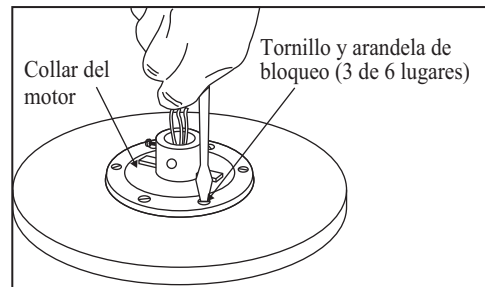

Figura 9
4. Remover tres de los seis tornillos y arandelas de seguridad (uno por medio) asegurando de la cubierta del motor. (Figura 9)